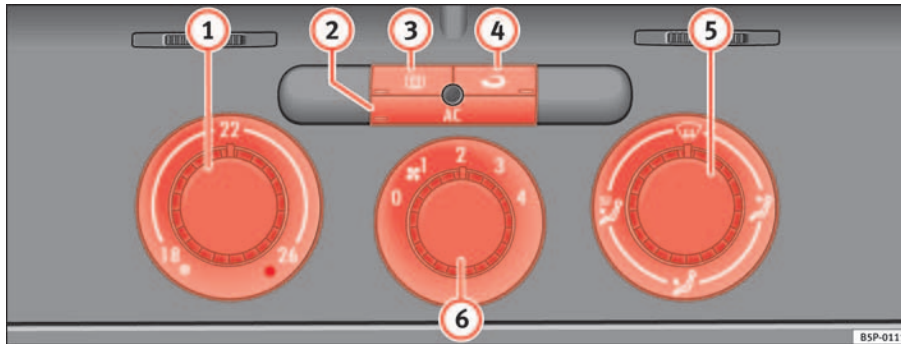

Abb. 123 In der Instrumententafel: Bedienelemente der Climatic
- Mit den Reglern ⇒ Abb. 123 **1** und **5** und mit dem Schalter **6** stellen Sie die Temperatur, die Luftverteilung und die Gebläsestufe ein.
- Schalten Sie die Klimaanlage mit der Taste ⇒ Seite 157, Abb. 123  ein.